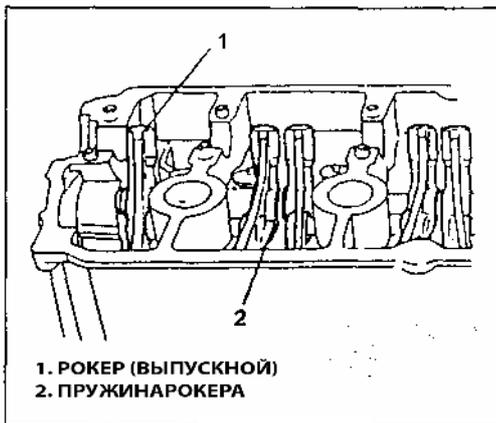

Рис. 68
12) Толкните вал рокеров в направлении датчика положения распредвала и снимите выпускной рокер и пружину рокера (Рис. 68).